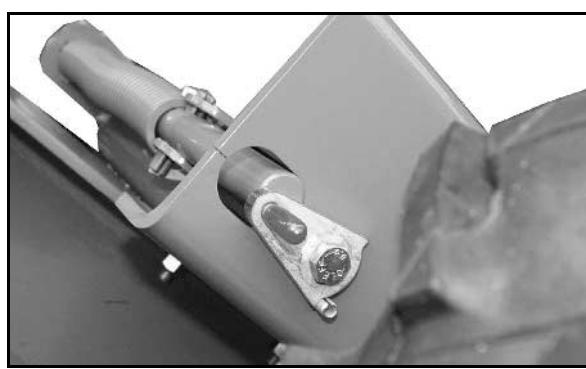

Рис. 24
3. Установите стопорный рычаг соответствующим образом (см. Рис. 24).